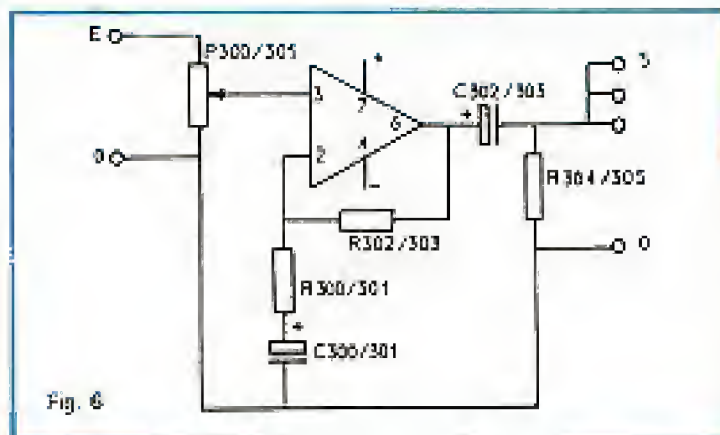

Fig. 6
- 1 circuit imprimé 80 x 50 mm (fig. 6) époxy
Le schéma de cet amplificateur est donné figure 6 et n'appelle aucun commentaire. Son gain est de 10 soit 20 dB. Bien entendu il est stéréophonique. Il est réalisé sur la même carte que l'amplificateur du casque pour la pré-écoute. Sa réalisation sera donc étudiée conjointement avec celle de ce dernier.